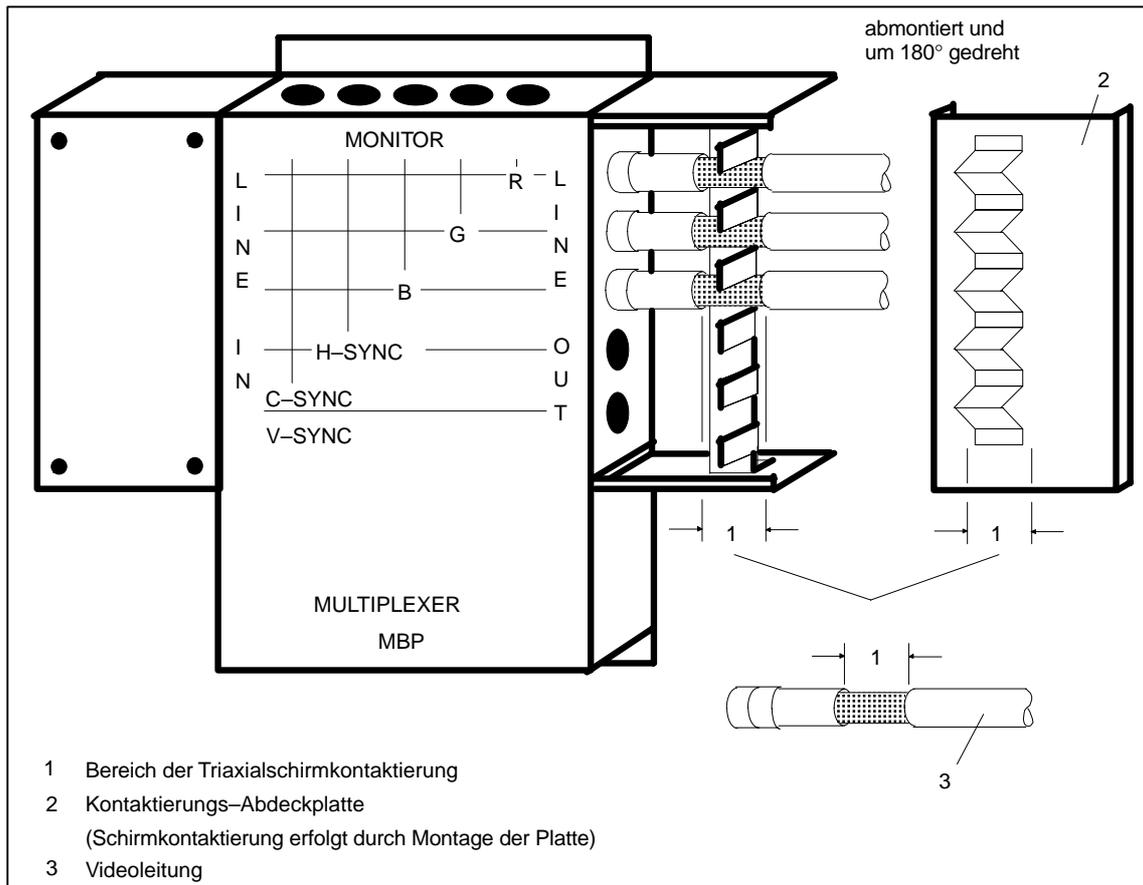

Bild 2.7 Anschluß der Videoleitungen an die Multiplex-Box
- Auf der Seite zum Prozeßmonitor muß der äußere Schirm der Videoleitungen mit der Erdungsschellenleiste flächig verbunden werden. Die Kontaktierung des äußeren Schirms auf der Seite der Multiplex–Box erfolgt wie im Bild 2.7 dargestellt.